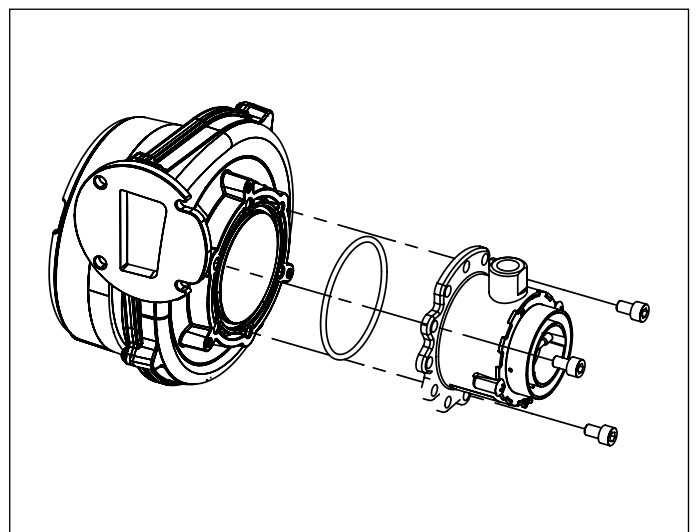

Рис. 27 Змішувач
- Зняти змішувальний вузол, відкрутивши три гвинта з циліндричною головкою(дивись Рис. 27 Змішувач).